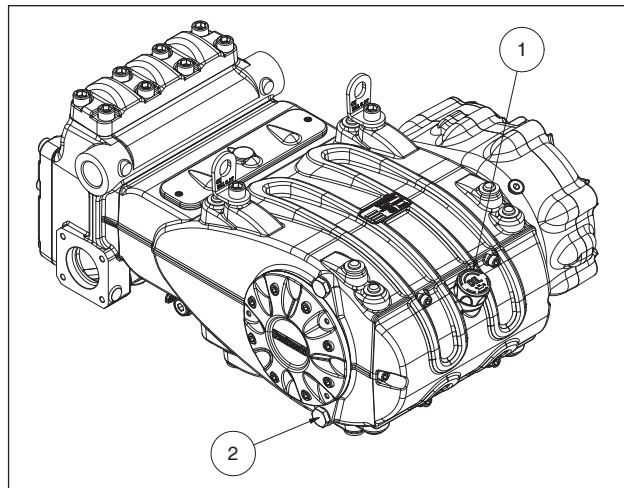

Abb. 3
Überprüfen Sie den Ölstand über den Verschluss mit Ölmesstab und min. sowie max. Markierungen ①, Abb. 3.
Für den Ölwechsel soll die Pumpe dagegen auf Betriebstemperatur sein. Entfernen Sie dazu den Verschluss Pos. ②, Abb. 3.
Richten Sie die Anlage so ein, dass eine Öltemperatur von **115°C** (239°F) beim Betrieb der Pumpe auf keinen Fall überschritten wird. Führen Sie einen Temperaturfühler in den Ölablassverschluss Pos. ② Abb. 3 ein. Siehe Anleitung „ATEX-EXPLOSIONSSCHUTZ“.